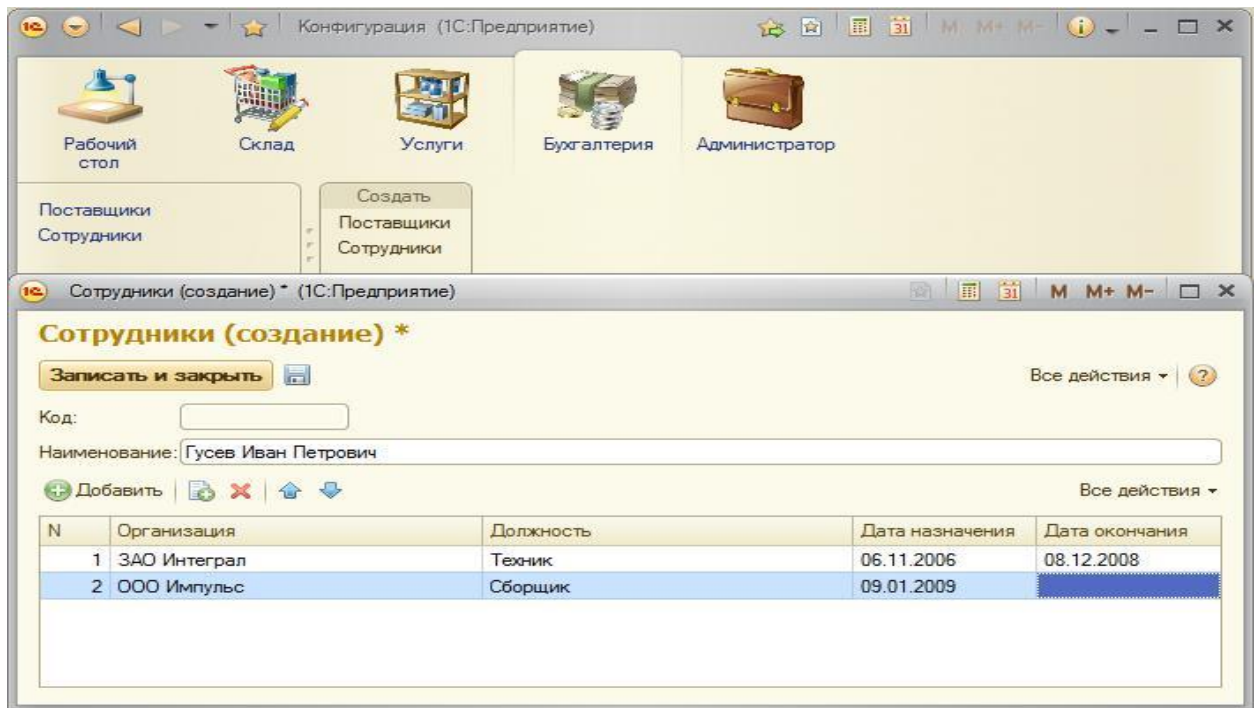

Рис. 26
■ откройте подсистему «Бухгалтерия» выполните команду Сотрудники — Создать (рис.26);